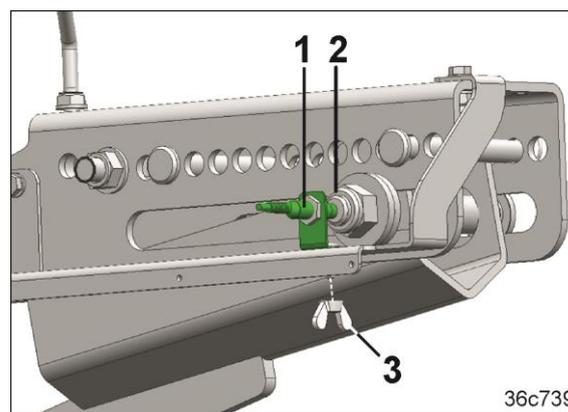

Fig. 270
4. Sensor (Fig. 270/1) und Schraube (Fig. 270/2) fluchtend ausrichten.
5. Die Flügelmutter (Fig. 270/3) festziehen.